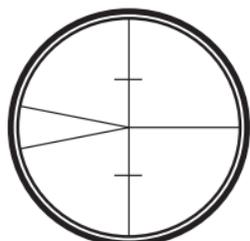

Fig. 3
1. Orientez la lunette en direction du jour en plaçant devant l'objectif une feuille de papier blanc. Tournez l'oculaire jusqu'à ce que le réticule soit net et bien noir (Fig. 3).